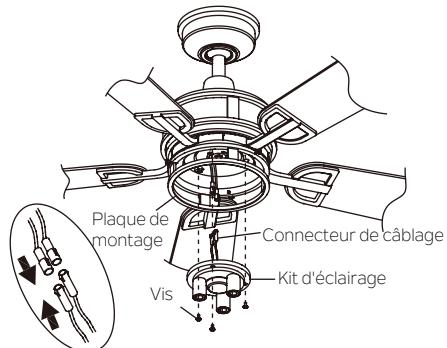

Fig. 22
**Étape 1.** Retirer les 3 vis préinstallées de la plaque de montage comme indiqué. Conservez-les pour les réutiliser à l'étape 3. (Fig. 22)
**Étape 2.** Tenir le kit d'éclairage près de la plaque de montage et connecter les fils BLANCS de la plaque de montage et du ventilateur en poussant les connecteurs ensemble. Suivre la même procédure avec les fils NOIRS. (Fig. 22)
**Étape 3.** Insérer soigneusement les connexions dans le kit d'éclairage. Aligner les trous de vis sur le kit d'éclairage et la plaque de montage. Serrer fermement les 3 vis retirées précédemment. (Fig. 22)